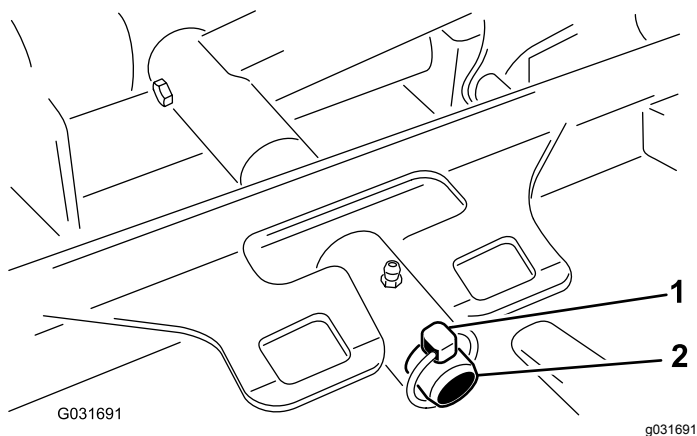

Figura 80
3. Togliete l'acciarino che fissa il telaio portante del piatto di taglio al perno di articolazione del braccio di sollevamento (Figura 80).
3. Fate scorrere il telaio portante del piatto di taglio sul perno orientabile del braccio di sollevamento e fissatelo con l'acciarino (Figura 80).